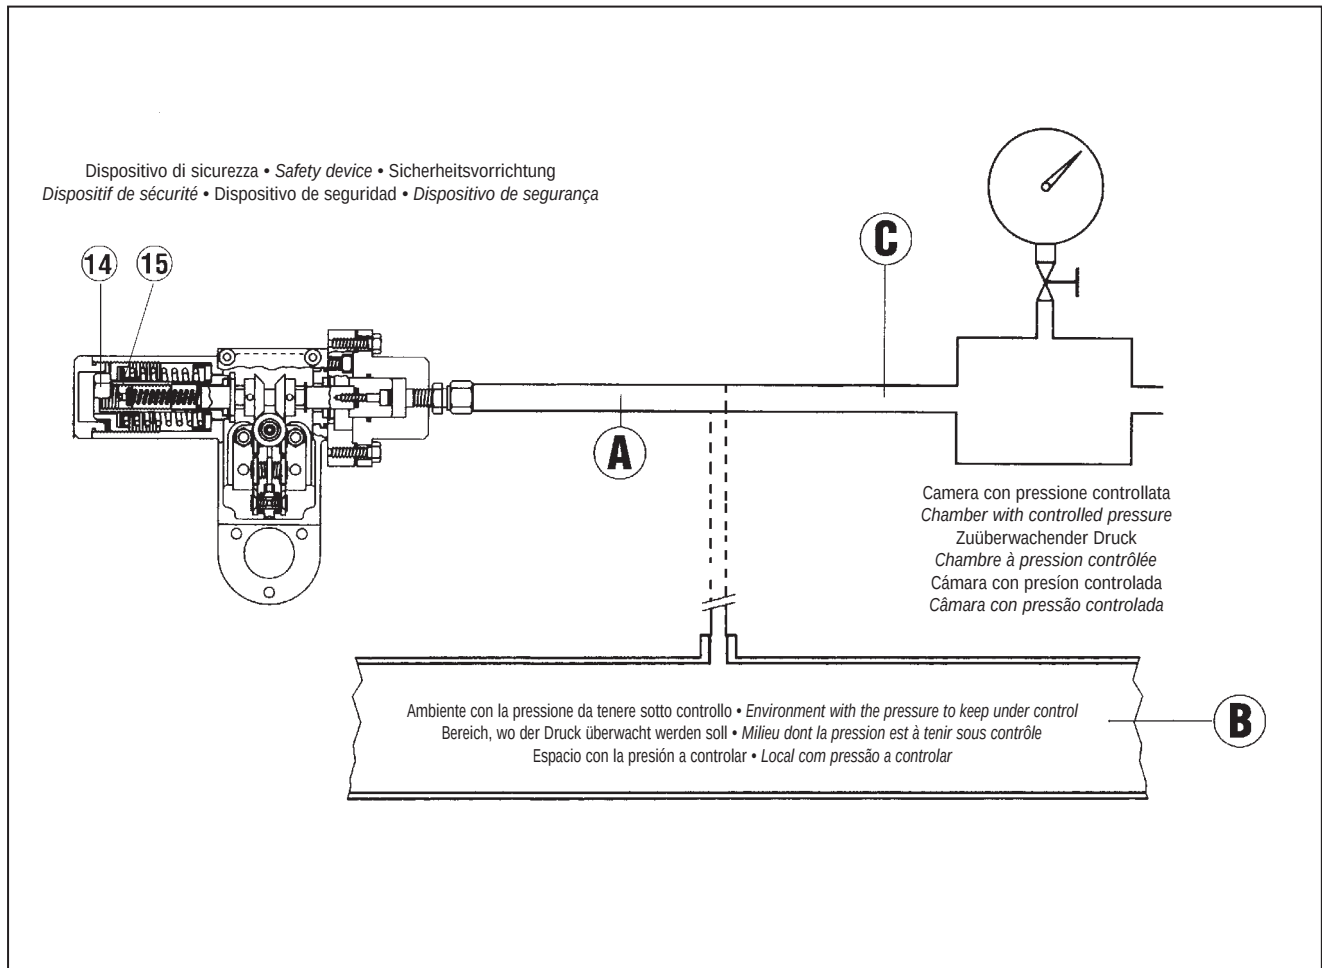

Fig. 24
B) Per dispositivi sprovvisti della valvola "push" (fig. 24) è consigliabile collegare separatamente la testata di comando ad una pressione ausiliaria controllata e ripetere le operazioni qui sopra descritte.
B) On devices without the "push" valve (fig. 24) we recommend separately connecting the control head to a controlled auxiliary pressure and repeat the operations described above.
B) Bei Anlagen ohne Prüfventil "Push" (Abb. 24): Impulsleitung lösen und Prüfleitung am SAV-seitigen Anschluß anschließen; weiteres Vorgehen wie oben beschrieben.
B) Pour les dispositif sans vanne "push" (fig. 24) il est conseillé de brancher séparément la tete de commande à une pression auxiliaire controlée. Répéter les opérations décrites ci dessus .
B) Respecto a los dispositivos no provistos de la válvula “push” (fig. 24), se aconseja conectar por separado la cabeza de mando con una presión auxiliar controlada, y repetir las operaciones descritas más arriba.
B) Para instalações sem a válv. "push", ligar directamente a fonte exterior de pressão ao prato da válv. de segurança (fig. 24) e proceder como descrito anteriormente.